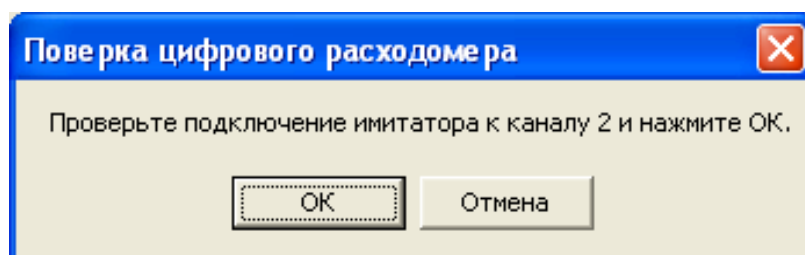

Рис.37. Вкладка проверки подключения 2 канала к стенду СА-01.
2.6.9. По завершению поверки 1 канала программа автоматически формирует отчет поверки 1-го канала и, в случае многоканального исполнения прибора, на мониторе появляется вкладка (рис.37):